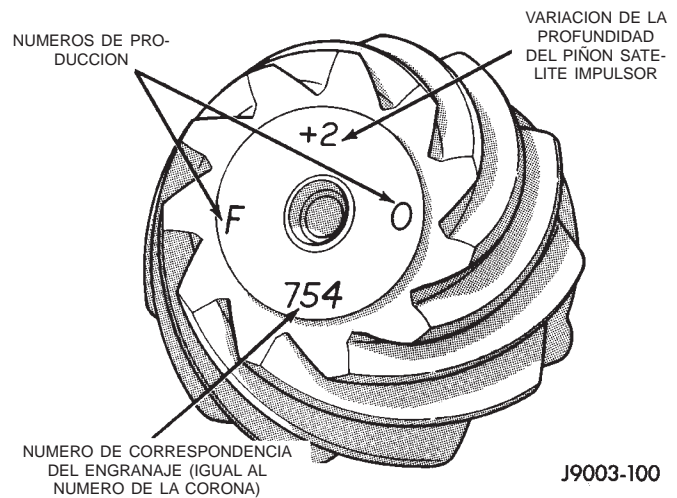

Fig. 75 Números de identificación del piñón satélite
La corona y el piñón satélite vienen de fábrica únicamente como conjunto. Los números de identificación para la corona y el piñón satélite están grabados en la cara de cada engranaje (Fig. 75). En la cara del piñón satélite está grabado un signo más (+), un signo menos (-) o un cero. Este número representa la magnitud (en milésimas de pulgada) de la variación de profundidad en relación a la profundidad convencional de piñón que lleva grabado el valor (0). La profundidad convencional desde la línea central de la corona a la cara posterior del piñón es de 109,52 mm (4,312 pulg.). La profundidad convencional asegura el mejor patrón de contacto entre los dientes. Si desea mayor información, consulte el Párrafo de análisis de patrón de contacto y holgura en esta sección.
(9) Seleccione un espaciador igual a la lectura del indicador de cuadrante más el número de variación de profundidad del piñón satélite de mando grabado en la superficie del piñón satélite (Fig. 75) utilizando el signo opuesto en el número de variación. Por ejemplo si la variación de profundidad es -2, agregue +0,002 pulg. a la lectura del indicador de cuadrante.